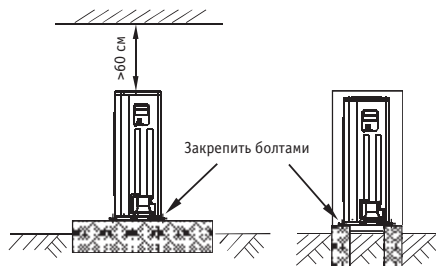

Рис. 27
- Устройте бетонный фундамент в соответствии со спецификациями наружных блоков. (См. рис. 27)
- Во избежание падения блока в случае землетрясения или сильного ветра надежно закрепите ножки блока при помощи болтов. (См. рис. 27).